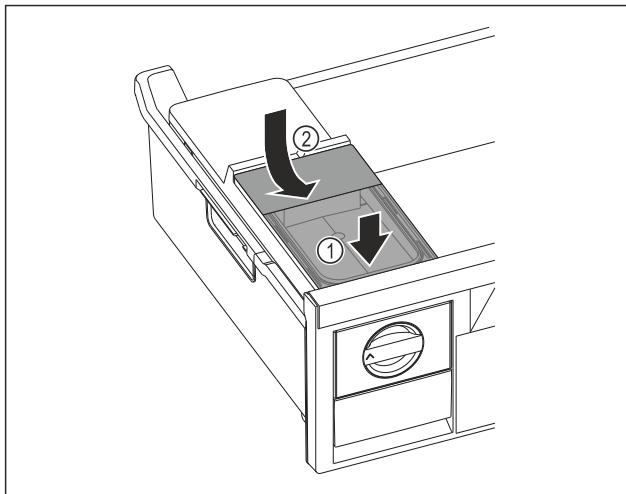

Fig. 157
- ▶ Nádržku na vodu nasadte vpred. Fig. 157 (1)
- ▶ Nádržku na vodu spusťte vzadu. Fig. 157 (2)